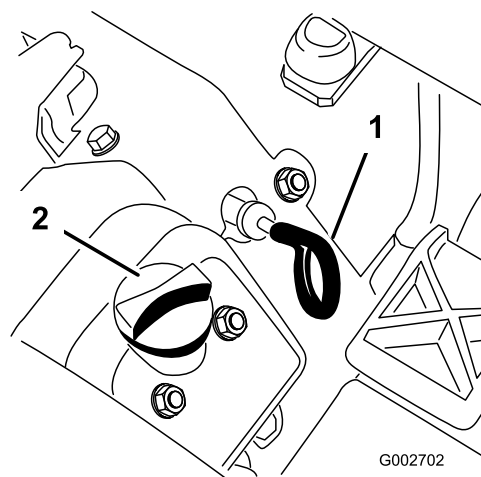

Figura 24
3. Estraete l'asta di livello (Figura 24) e asciugatela con un panno pulito.